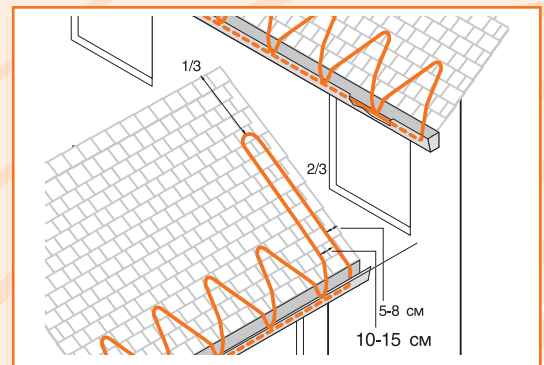

Рис.3.13 Укладка кабеля при примыкании кровли к стене
- Ближайший кабель размещается от стены на расстоянии от 0,05 до 0,08 м, а расстояние между нагревательными кабелями от 0,1 до 0,15 м (см. рисунок 3.13.).